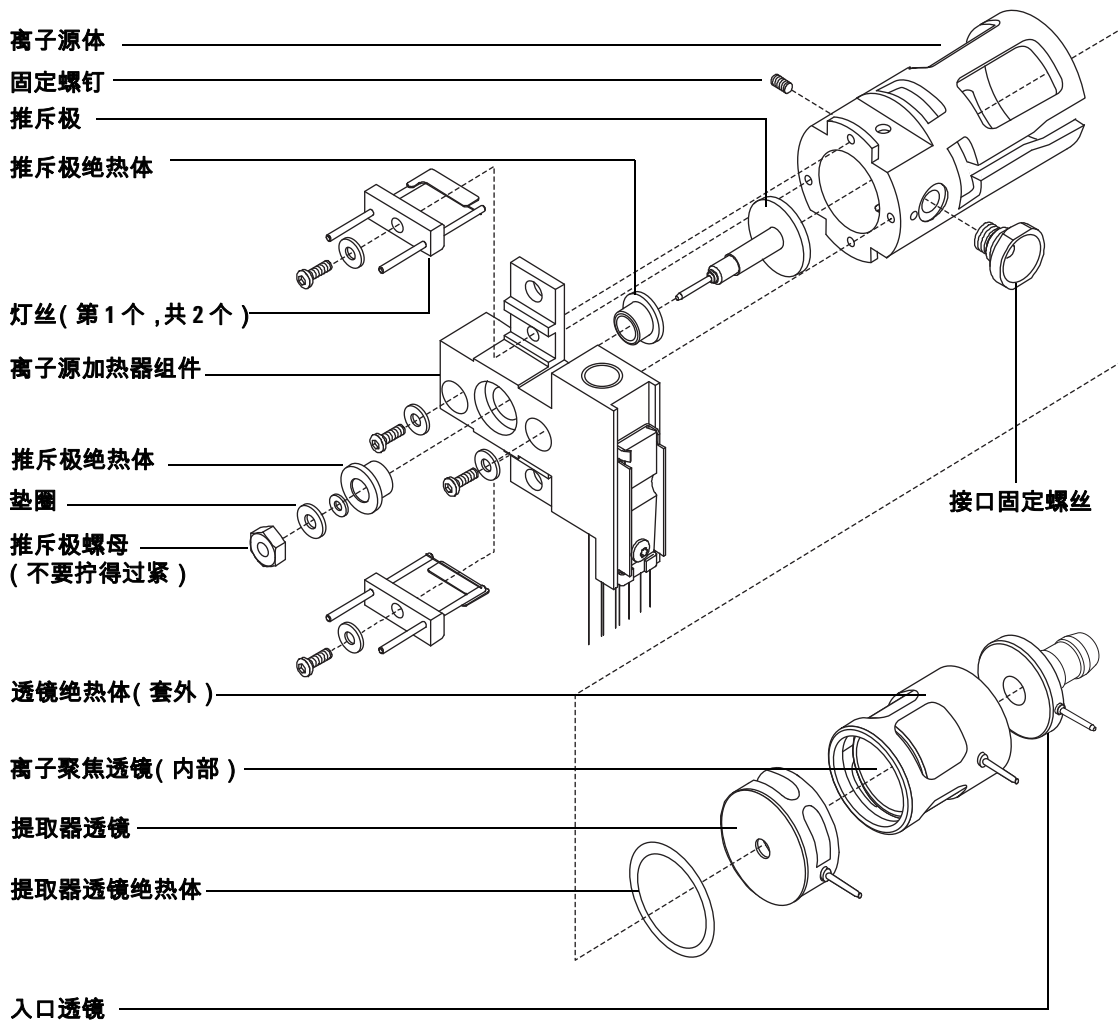

图 22 拆卸 EI 提取器离子源
- 3 通过卸下两个螺钉，将离子源加热器组件从离子源体分离。离子源加热器组件包括离子源加热器、推斥极和相关部件。(请参见图 22。)
- 4 通过卸下推斥极螺母、垫圈、陶瓷绝热体和推斥极来拆卸推斥极组件。(请参见图 22。)
- 7 将透镜拉出离子源体，并分离透镜绝热器、离子聚焦透镜、提取器透镜、提取器透镜绝热器和入口透镜。(请参见图 22。)